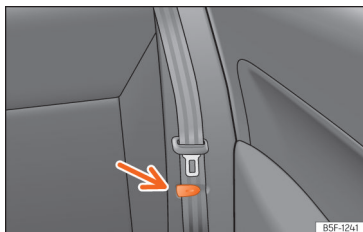

Fig. 94 Banco traseiro: pinça para fixar o cinto de segurança.
- Coloque os cintos de segurança laterais no suporte do revestimento »» Fig. 94.